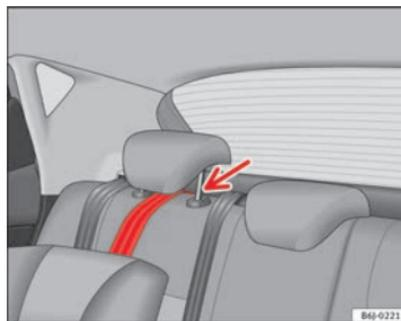

Fig. 28 Sangle de fixation : pose et dépôt correcte
- Dirigez la sangle de fixation du Top Tether sous l'appuie-tête arrière ⇒ fig. 28 (soulevez l'appuie-tête si nécessaire).